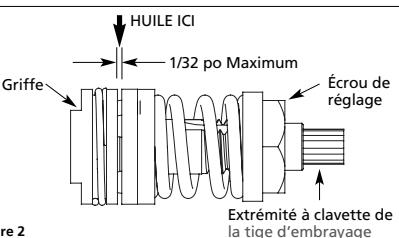

Figure 2
5. Vidanger l'espace entre l'arbre d'embrayage et la griffe avec de l'huile d'outil pneumatique (voir la figure 2). La griffe doit tourner librement 1/8 de tour et ne doit pas avoir plus de 1/32 po (0,079 cm) de jeu.